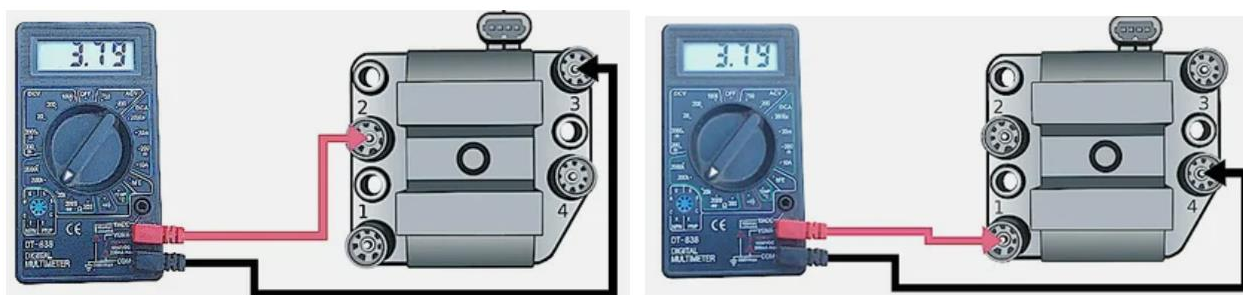

Рис. 6. Проверка модуля зажигания на обрыв.
**4.4. Проверка сопротивления на парных высоковольтных выводах МЗ между 1 - 4; и 2 - 3 цилиндром (рис. 6).** Сопротивление при каждом измерении должно быть одинаковым и варьироваться в районе **5,4 кОм**;